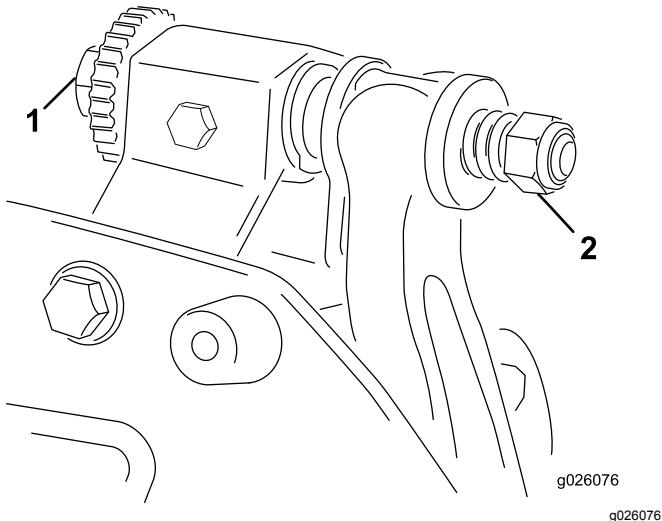

Рисунок 10
- A. Поворачивайте регулировочные болты планки неподвижного ножа по часовой стрелке (Рисунок 10) по одному щелчку за раз до тех пор, пока не почувствуете или не услышите легкий контакт.
6. Поворачивайте правый регулировочный болт планки неподвижного ножа (Рисунок 10), пока не почувствуете легкое давление на регулировочной прокладке при перемещении ее из стороны в сторону. Удалите регулировочную прокладку.